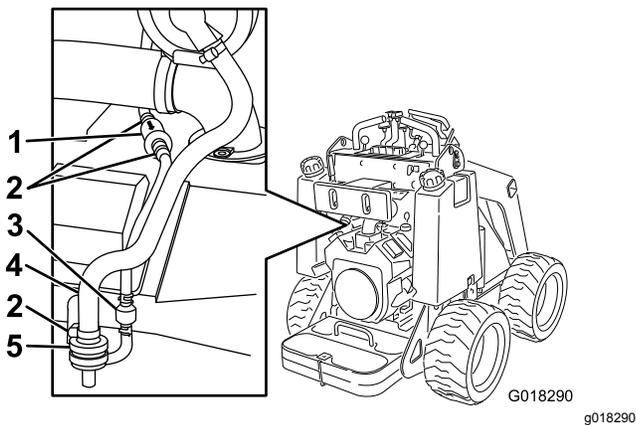

Figure 21
3. Desserrez le collier au dessus du filtre à air à charbon actif (Figure 21).
4. Déposez le filtre à air et mettez-le au rebut (Figure 21).
5. Installez un filtre neuf dans le flexible et fixez-le avec le collier (Figure 21).
3. Éloignez les colliers à ressort de flexibles situés de chaque côté du filtre à charbon actif du conduit de purge (Figure 21).
4. Déposez et mettez au rebut le filtre du conduit de purge (Figure 21).
5. Posez un filtre neuf dans le flexible en dirigeant la flèche vers le clapet antiretour et fixez-le en place avec les colliers (Figure 21).